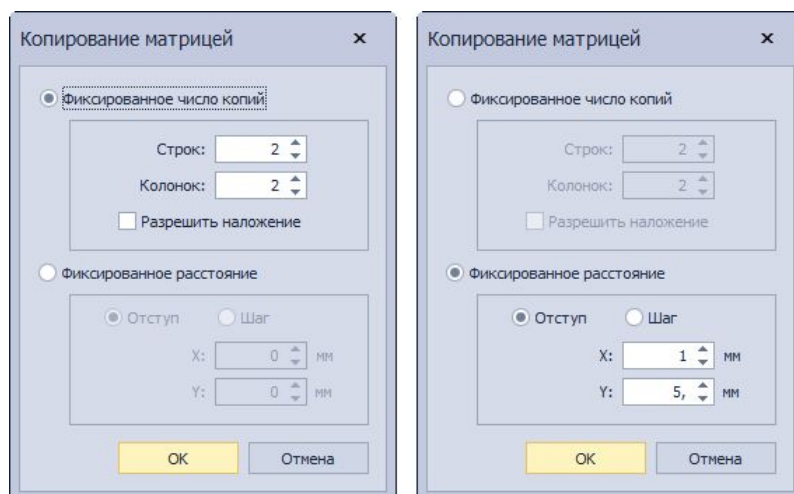

Рис. 209 Настройка параметров при копировании объектов матрицей
3. Установить необходимые параметры копирования матрицей: по «Фиксированному числу копий», либо по «Фиксированному расстоянию» в появившемся окне «Копирование матрицей», см. Рис. 209.